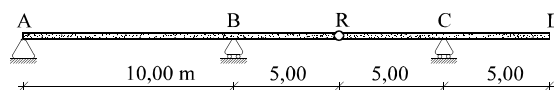

Figura 17
17) Para la viga de la figura 17, se pide dibujar las líneas de influencia que se indican a continuación y acotalas en los puntos A , B , R , C y D .